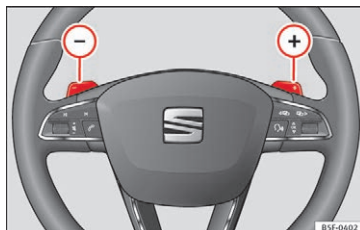

Fig. 168 Rat: gearvælger til automatisk gearkasse
– Tryk på skiftekontakten  » **Fig. 168** for at skifte et gear op.